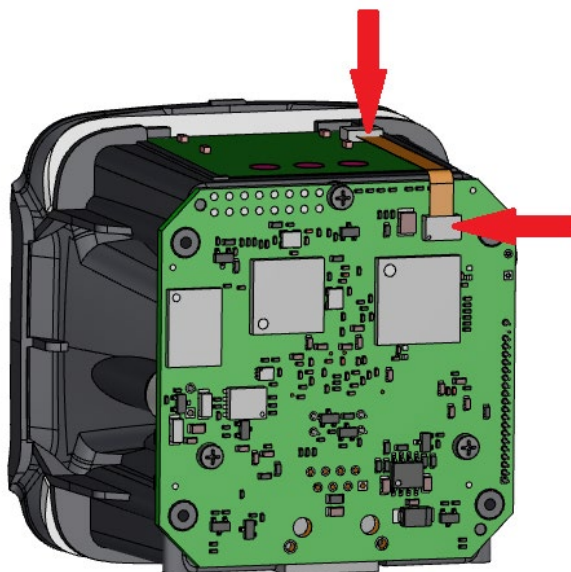

Рис. 6 Шлейф
3. Подсоединяем шлейф к тому из двух разъёмов, откуда был извлечён при разборке (см. Рис. 6 выше). Если шлейф был отсоединён от обоих разъёмов, то при установке сверяемся с фото, чтобы соблюсти корректное расположение контактов – контактами вверх или вниз.